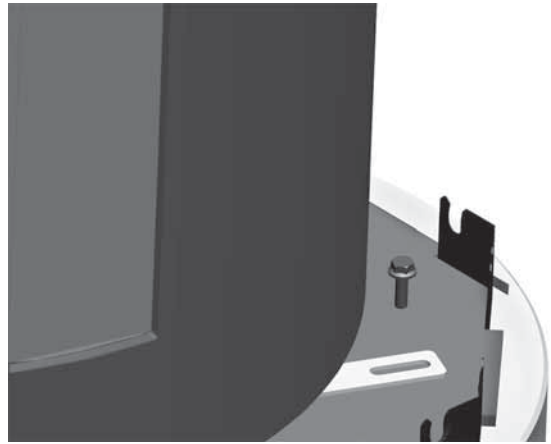

Fig. 13
8. Positionieren Sie die untere Abdeckplatte (9). Siehe **Abb. 13**.